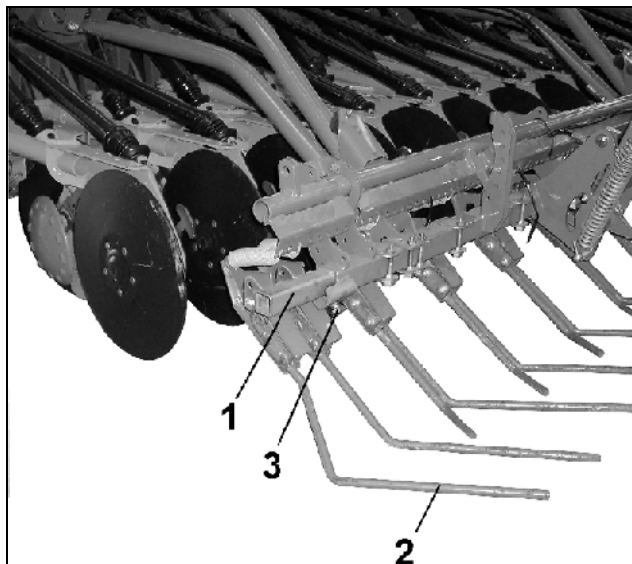

Fig. 27
Grapa Exakt (Fig. 27/) acoperă uniform cu sol semințele depuse în brazdă și nivelează solul. Se pot regla
- Grapele exterioare (Fig. 27/2) trebuie reglate astfel, încât pământul să fie adus înapoi, realizându-se astfel un pat de însămânțare uniform.
- Cu cât este mai mare viteza de deplasare, cu atât trebuie împinsă bara pătrată (Fig. 27/1) înspre exterior.
- Barele pătrate cu grapele exterioare trebuie asigurate cu șuruburi de prindere după fiecare reglare (Fig. 27/3).